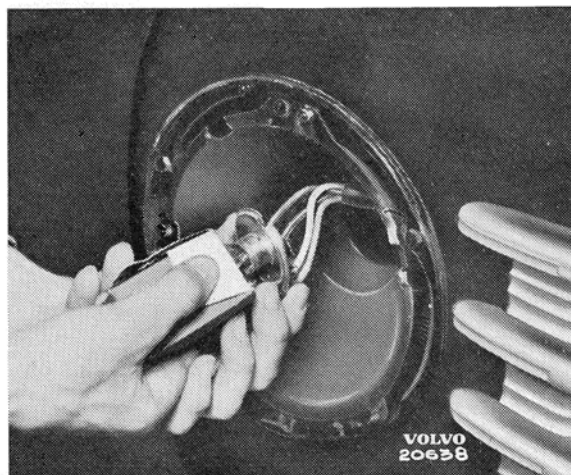

Bild 18.
- Montera den nya glödlampan. Detta utföres som framgår av bild 18. Tag inte i själva lampglaset med fingrarna, utan drag endast